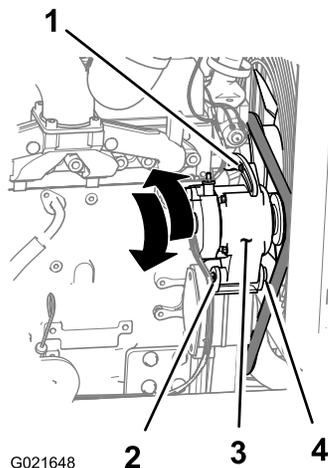

Figura 107
3. Solte o parafuso e a porca no ponto de articulação do alternador (Figura 107).
4. Afrouxe o parafuso de ajuste no alternador (Figura 107).
5. Para aumentar a tensão da correia, afaste o alternador do motor; para reduzir a tensão da correia, aproxime o alternador do motor (Figura 107).
6. Aperte o parafuso de ajuste do alternador (Figura 107).
8. Se a tensão da correia estiver correta, aperte a porca e o parafuso no ponto de articulação do alternador (Figura 107); caso contrário, repita os procedimentos 4 a 7.